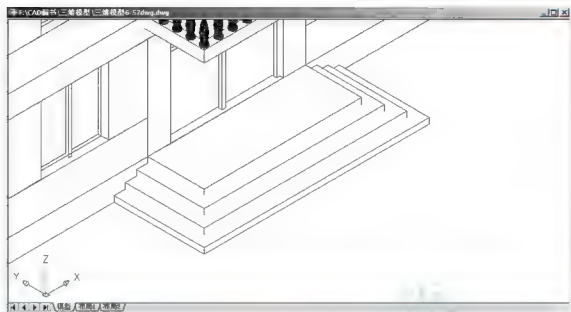
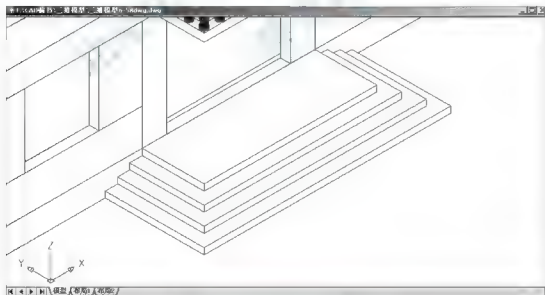

图 6.61 被拉伸后的“台阶”
图 6.62 进行布尔运算后的“台阶”
(2) 用相同的方法拉伸另外 3 个矩形，中间的矩形分别向 Z 轴正方向拉伸 450mm 和 300mm，最外面的矩形向 Z 轴正方向拉伸 150mm，结果如图 6.61 所示。
- (1) 执行菜单栏中的【修改】|【实体编辑】|【并集】命令，执行布尔运算。
- (2) 在【选择对象】提示下，选择刚才拉伸的全部“台阶”。
- (3) 按 Enter 键结束命令，结果如图 6.62 所示。对比图 6.61 和图 6.62 中台阶显示的区别。